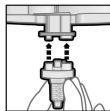

Fig. 2
3. Placez un des embouts mélangeurs Dynamix fournis sur les orifices de sortie de la cartouche (Fig. 2).